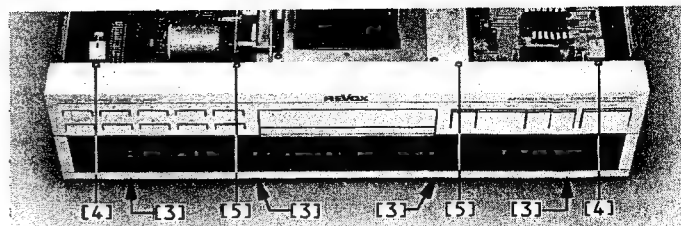
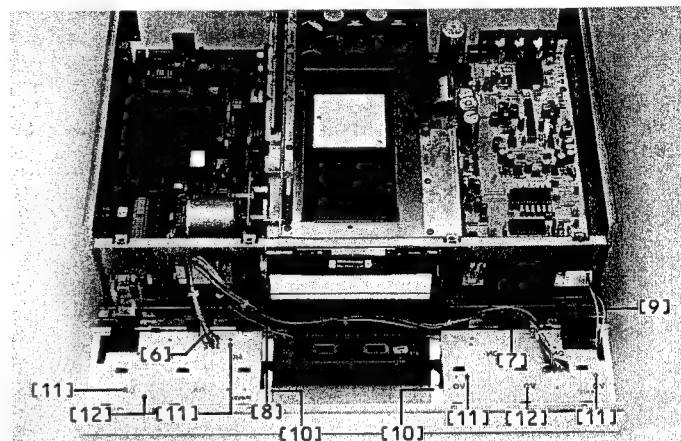
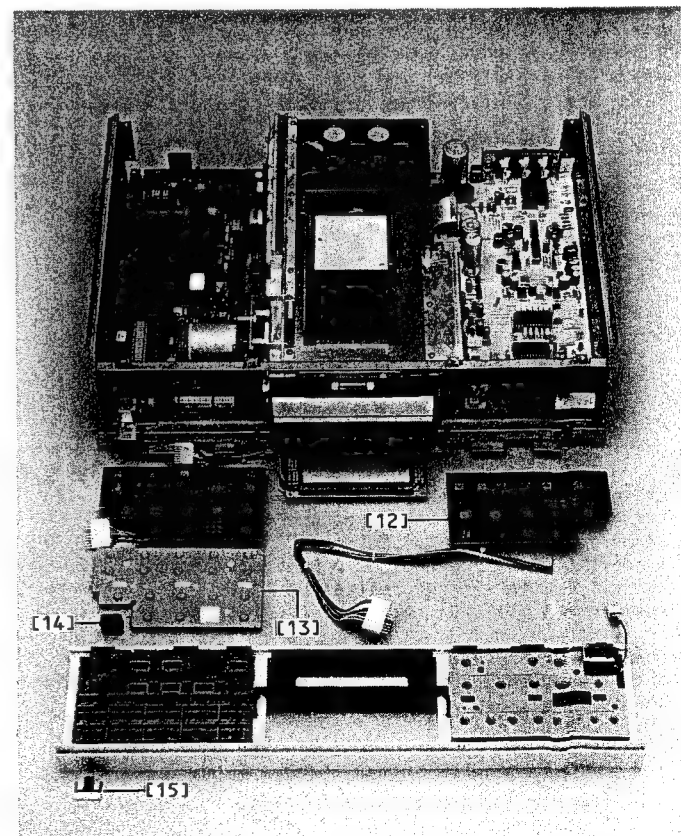

Fig. 2.3
Fig. 2.4
Fig. 2.5
-> fig. 2.3 / fig. 2.4
-> fig. 2.4
-> fig. 2.4 / fig. 2.5